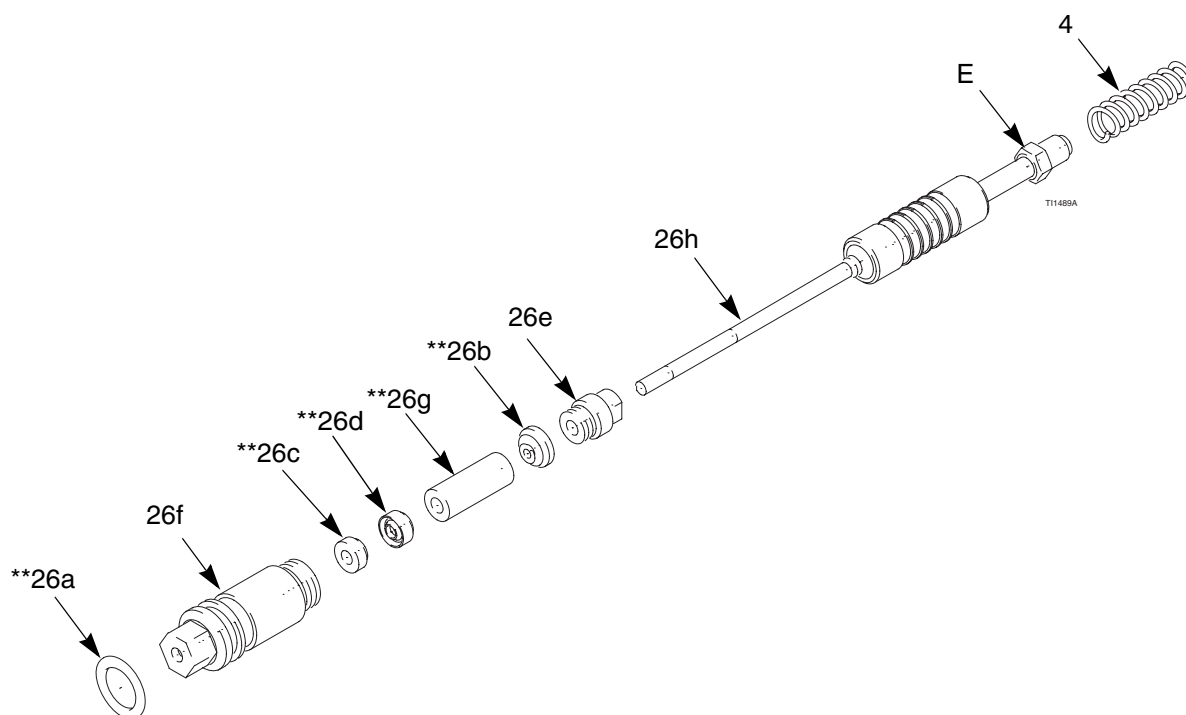

Fig. 14. Tige de presse-étoupe
1. Mettre l'écrou de presse-étoupe (26e) et le joint (26b**) sur la tige (26h). Les méplats de l'écrou doivent être orientés vers l'arrière de la tige. Le joint torique doit être tourné à l'opposé de l'écrou de presse-étoupe. Voir la Fig. 14.
2. Remplir la cavité intérieure de l'entretoise (26g**) de graisse diélectrique (40). Mettre l'entretoise sur la tige (26h) dans le sens indiqué. Enduire généreusement l'extérieur de l'entretoise de graisse diélectrique.
6. Caler le ressort (4) contre l'écrou (E) comme indiqué.
7. Introduire l'ensemble du presse-étoupe (26) dans le canon du pistolet. À l'aide de la clé multi-usage (37), serrer légèrement l'ensemble pour un serrage jointif.
8. Remonter la gâchette (30) et les vis (8).